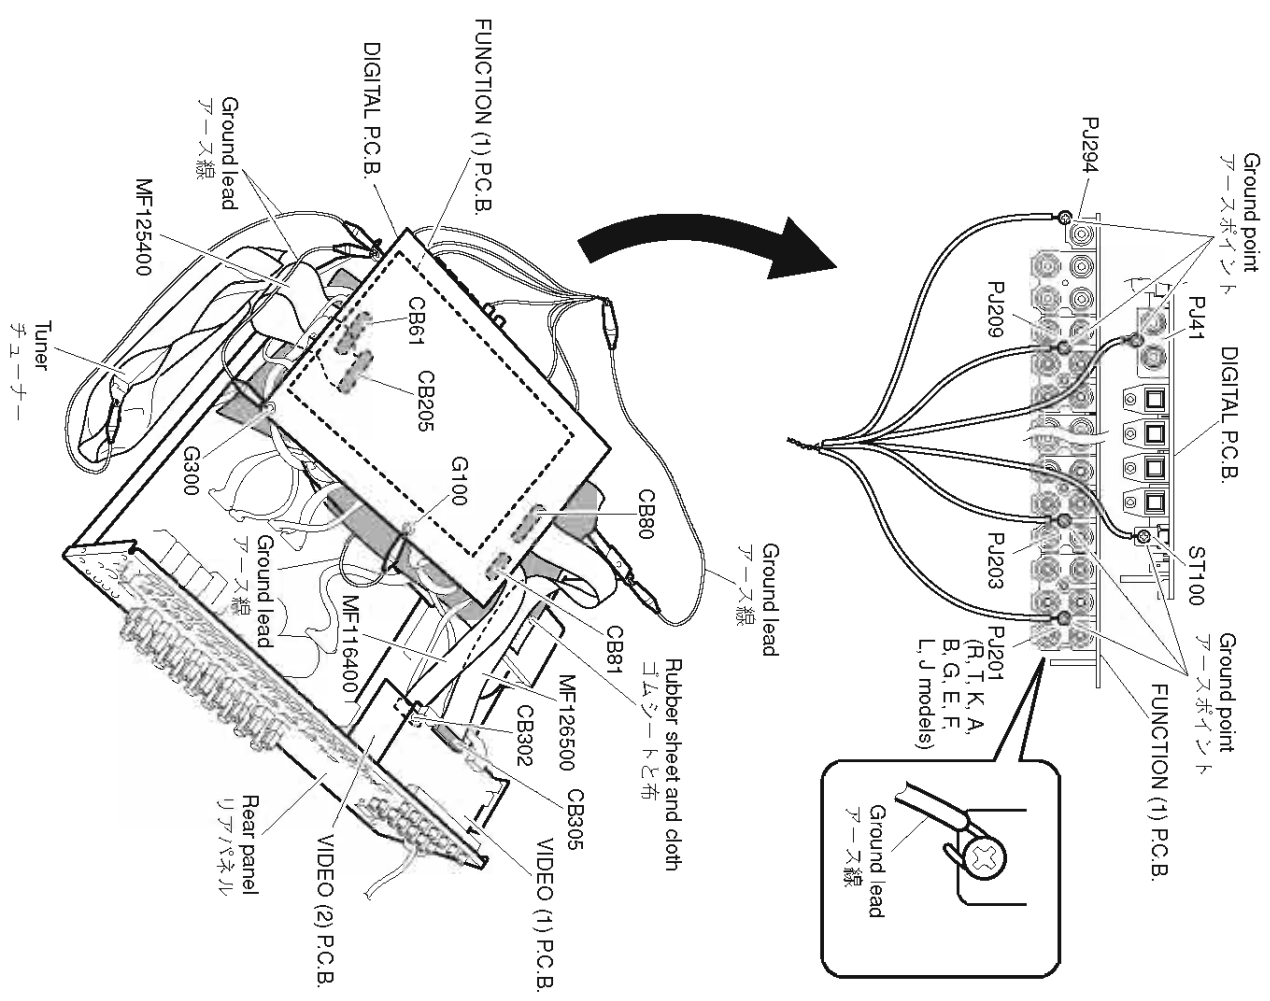

Fig. 11
- Put the rubber sheet and cloth over the equipment. Then place the FUNCTION(1) and DIGITAL P.C.B.s upside down on the cloth and check it. (Fig. 11)
- Be sure to use the extension cable for servicing for the following section. (Fig. 11)
- FUNCTION (1) P.C.B. CB205-DIGITAL P.C.B. CB61: MF125400 (25P, 400mm, P=1.25)
- DIGITAL P.C.B. CB80-VIDEO (1) P.C.B. CB305: MF126500 (26P, 500mm, P=1.25)
- DIGITAL P.C.B. CB81-VIDEO (2) P.C.B. CB302: MF116400 (16P, 400mm, P=1.25)
- When FUNCTION(1) P.C.B. is removed from the rear panel or chassis, connect the ground point to the rear panel or chassis, using a ground lead or the like. (Fig. 11)
- FUNCTION (1) P.C.B.: PJ201 (PHONO)
- FUNCTION (1) P.C.B.: PJ203 (DVD)
- FUNCTION (1) P.C.B.: PJ209 (PRE OUT)
- FUNCTION (1) P.C.B.: PJ294 (SUBWOOFER2)
- DIGITAL P.C.B.: ST41 (XM) (U, C models)
- 本機の上にゴムシートと布を敷き、その上に FUNCTION(1)P.C.B.およびDIGITAL P.C.B.を裏返しに置いてチェックします。(Fig. 11)
- 次の区間は、サービスイテンス用延長ケーブルを使用してください。(Fig. 11)
- FUNCTION(1)P.C.B.をリアパネルおよびシャーシより取り外した場合、リード線等でアースポイント(1)をリアパネルまたはシャーシに接続してください。(Fig. 11)